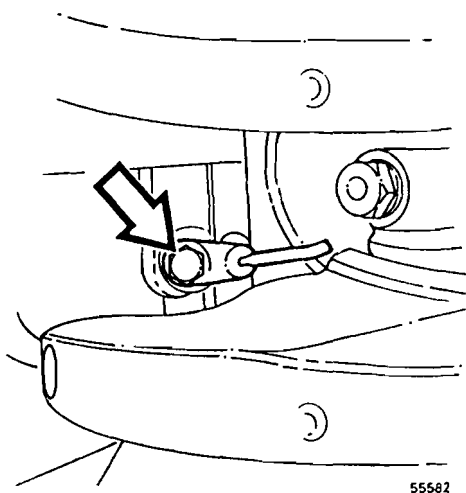

Fig. 119
- 53 Montar la boquilla para la refrigeración de los pistones, véase fig. 119.